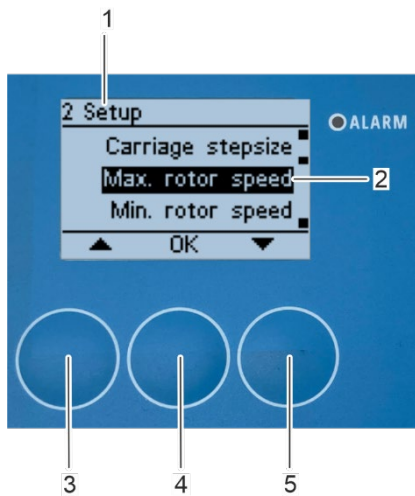

Abbildung 129: Öffnen Untermenü „maximale Rotorgeschwindigkeit“
1. Wählen Sie das Untermenü „maximale Rotorgeschwindigkeit“ (Abbildung 129/2) mit den Pfeiltasten [nach oben] (Abbildung 129/3) und [nach unten] (Abbildung 129/5) im Untermenü „2 Einstellungen“.
2. Bestätigen Sie die Auswahl mit [OK] (Abbildung 129/4).